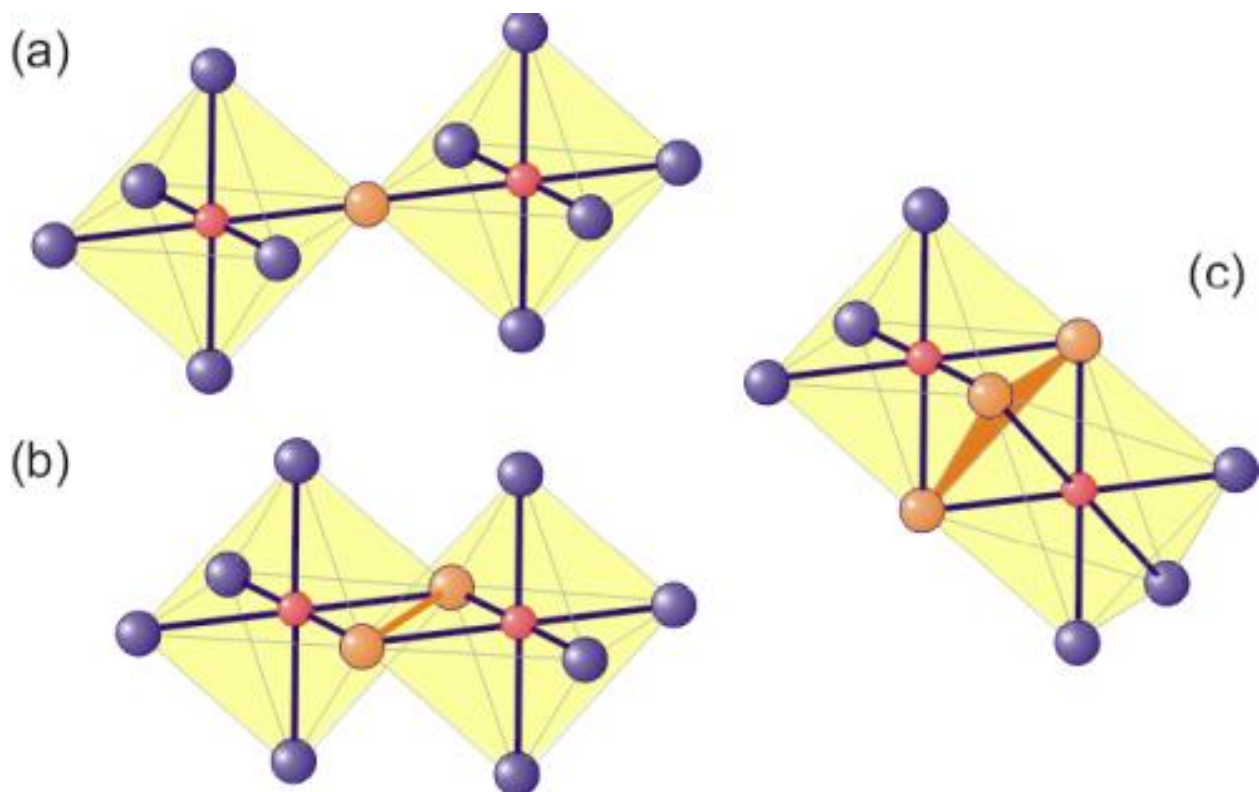

Рисунок 27. Третье правило Полинга
3. Существование ребер и, в особенности, граней, общих для двух анионных многогранников в координированной структуре, снижает ее стабильность; этот эффект велик для катионов с высокой валентностью и малым координационным числом и особенно велик, когда отношение радиусов приближается к нижнему пределу стабильности многогранников (рисунок 27).